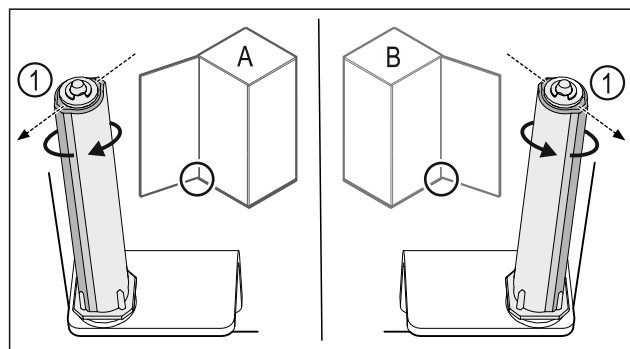

Fig. 19 Battuta a sinistra (A) / battuta a destra (B)
- Ruotare il sistema di chiusura contro la resistenza fino a quando la sporgenza del sistema di chiusura Fig. 19 (1) non è rivolta verso l'esterno.